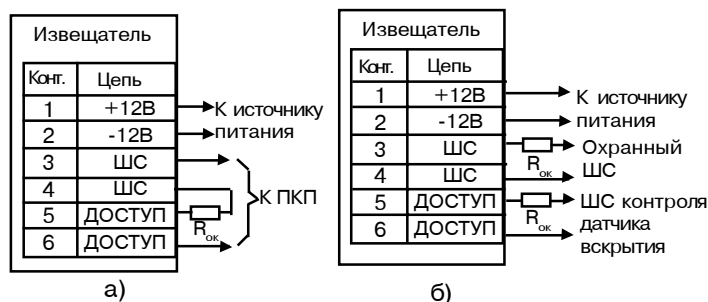

Рис.3
- выполните соединения согласно рис.3а(для подключения в один ШС) и рис. 3б (с контролем датчика вскрытия отдельным ШС);